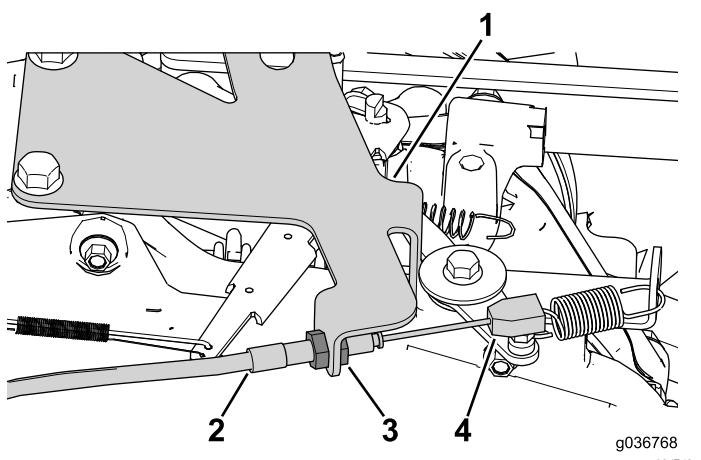

図33
1. ジャムナットでケーブルを調整し、ブラケットに固定する図33。